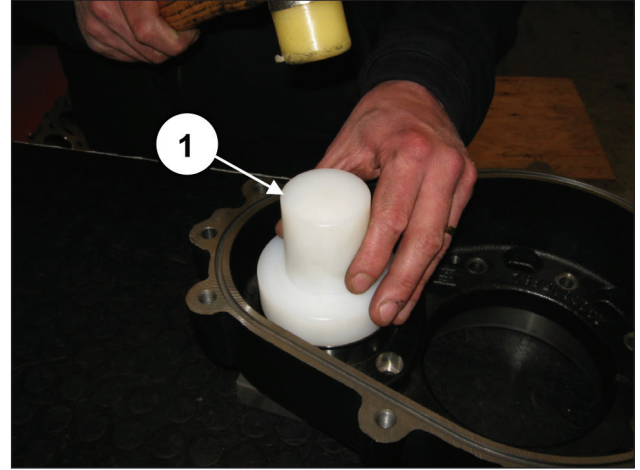
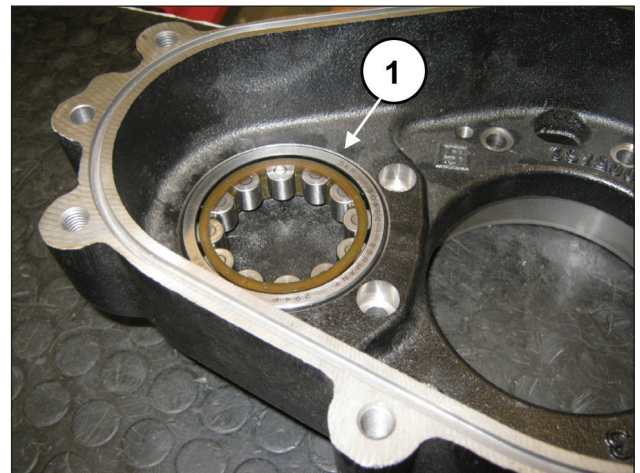

图 53
图 54
在减速齿轮箱上预装链轮轴承外环，可使用编号为 27604900 的工具(①, 图 53) · 直至其完全插入到底为止 (①, 图 54)。